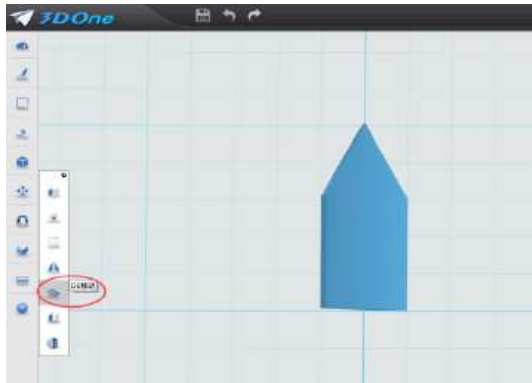
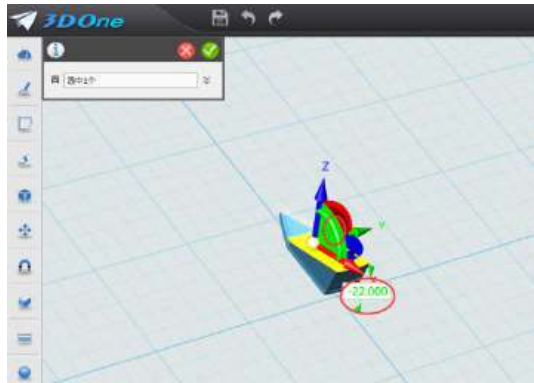

图 5-11
图 5-12
2.制作笔舌：鼠标移到屏幕最左侧第六个图标“基本编辑”命令里的上数第五个图标“DE 移动”命令，出现对话框窗口，面：选择笔尖拉伸出的上面，选择绿轴方向，数值输入：-22，确定完成。如图 5-11,图 5-12